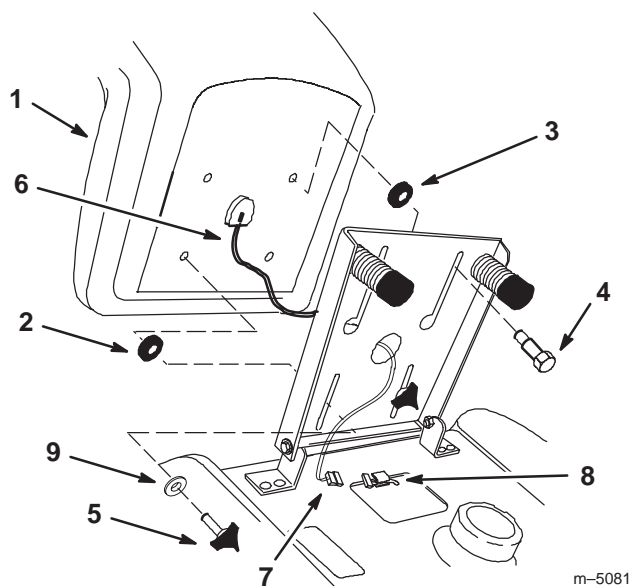

Figure 3
1. Posez l'entretoise de grand diamètre et les 2 boulons à épaulement dans les trous arrière du siège (Fig. 3).
2. Positionnez le siège sur son socle en insérant les 2 boulons à épaulement dans les ouvertures allongées à l'extrémité des deux fentes (Fig. 3).
3. Repérez l'entretoise de petit diamètre entre le siège et le socle du siège, et vissez les 2 boutons et les 2 rondelles plates (11/32 pouce) dans les trous avant du siège (Fig. 3). Réglez le siège et serrez les boutons.
4. Faites passer le fil du contacteur du siège et le connecteur par l'ouverture centrale dans le socle du siège. Poussez complètement le connecteur du contacteur du siège dans le connecteur de faisceau (Fig. 3).
5. Fixez le fil du contacteur du siège à l'ouverture de l'aile (Fig. 3).